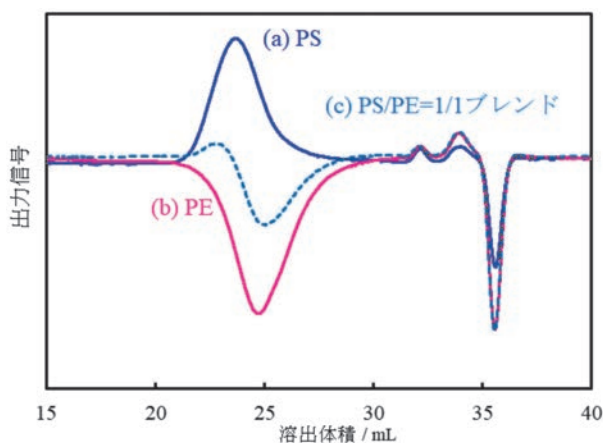

図5 RI 検出器により得られた dn/dc の異なる試料のクロマトグラム
する。なお、両者の屈折率が等しい場合は、試料濃度を検出することはできない。一方、高分子よりも溶離液の屈折率の方が大きい場合は、 $dn/dc < 0$ となり、高分子ピークはベースラインに対して負側に現れることになる。これらの例として、1,2,4-トリクロロベンゼン (TCB) を溶離液とした高温 SEC により得られた PS とポリエチレン (PE) のクロマトグラムの重ね書きを図5に示す。これらの高分子と溶離液の屈折率は、 $\text{PS} > \text{TCB} > \text{PE}$ であるため、 $dn/dc > 0$ ($=0.053 \text{ mL g}^{-1}$) の PS のピーク (a) は正側に、 $dn/dc < 0$ ($=-0.104 \text{ mL g}^{-1}$) の PE のピーク (b) は負側に検出される。したがって、この測定条件では、たとえば PS と PE の混合試料では、ピークが正・負両側に現れることから、結果的に、(c) に示すように、お互いを打ち消し合うため、正しい分子量を求めることは困難になる。